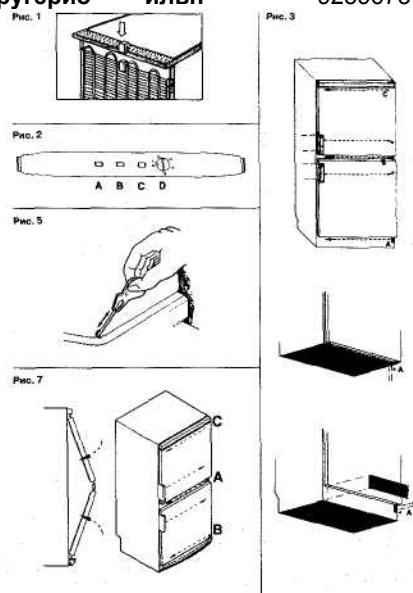

Рис. 4
**Холодильники с морозильной камерой с панелью управления (рис. 2, рис. 4, рис. 4Б и рис. 13)**
Перед замораживанием свежий продуктов необходимо освободить для них\* место, переместив уже замороженные продукты из верхних отделений в нижние. За 24 часа перед замораживанием следуйте изложенным ниже инструкциям. **Панель управления (рис. 4 - рис. 4Б)**
Рис. 4б